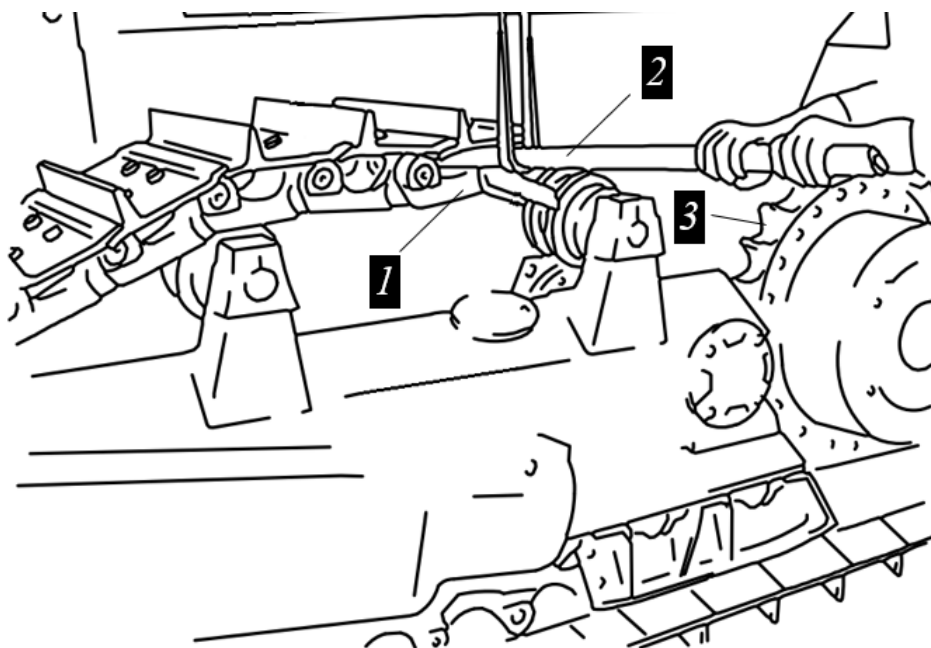

Рисунок 5.108. Процесс установки гусеницы на тележку
- Со стороны направляющего колеса к замыкающему полузвену 1, любым удобным способом привязать один конец троса или канат 2, рис. 5.108.